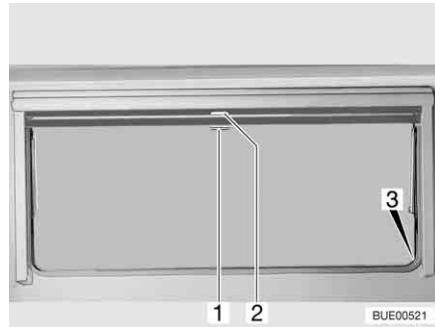

Fig. 84 Finestra apribile
- Tirare verso il basso l'oscurante a rullo accompagnandolo con la maniglia (Fig. 84,2). Quando si chiude completamente l'oscurante a rullo esso va agganciato da entrambi i lati al telaio della finestra nell'apposito elemento di fissaggio (Fig. 84,3).
- Quando l'oscurante a rullo è completamente chiuso: Spingere la maniglia (Fig. 84,2) verso il basso tirandola leggermente verso l'interno. Sganciare l'oscurante a rullo dagli elementi di fissaggio a destra e a sinistra del telaio della finestra.
- Quando l'oscurante a rullo si trova in posizione intermedia: Tirare la maniglia (Fig. 84,2) leggermente verso il basso finché l'elemento di fissaggio non si è sganciato.
- Tirare la maniglia (Fig. 84,1) della zanzariera a rullo verso il basso e agganciarla all'elemento di fissaggio (Fig. 84,3) su entrambi i lati del telaio della finestra.
- Spingere la maniglia (Fig. 84,1) verso il basso tirandola leggermente verso l'interno. Sganciare la zanzariera a rullo dagli elementi di fissaggio a destra e a sinistra del telaio della finestra.